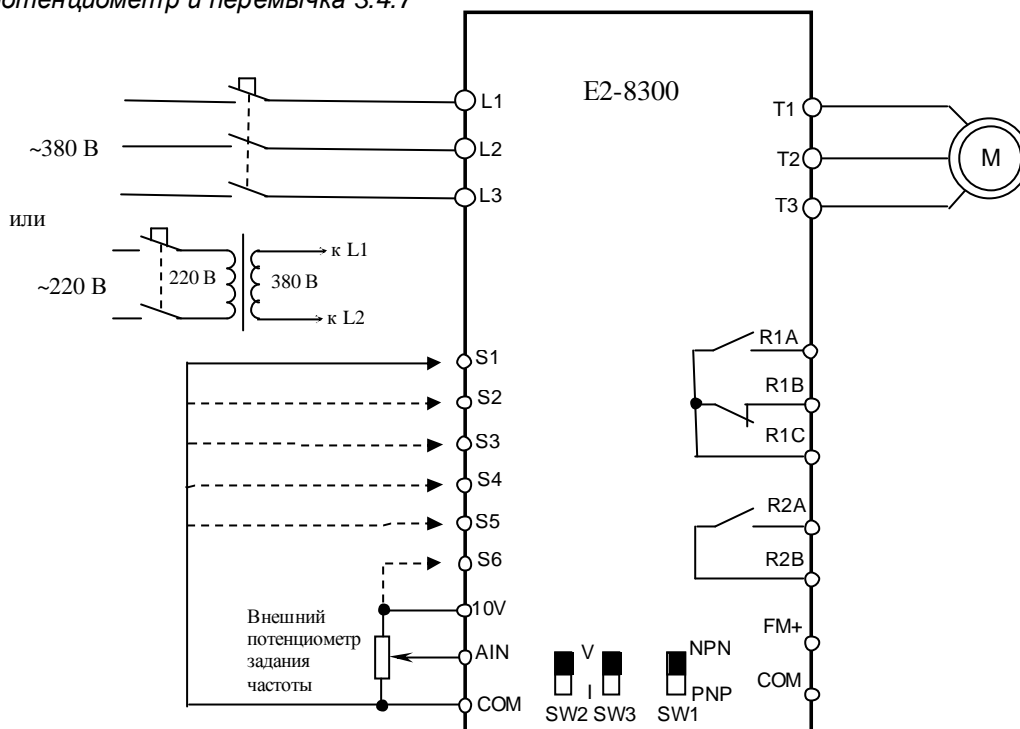

Рис. 4.15. Диагностика цепей управления E2-8300-007...-015H (версия 2.8 и ниже)
- 4.14.4. Подключить потенциометр к входным клеммам управления (рис. 4.15). Подключить один из концов проволочной перемычки к клемме COM.